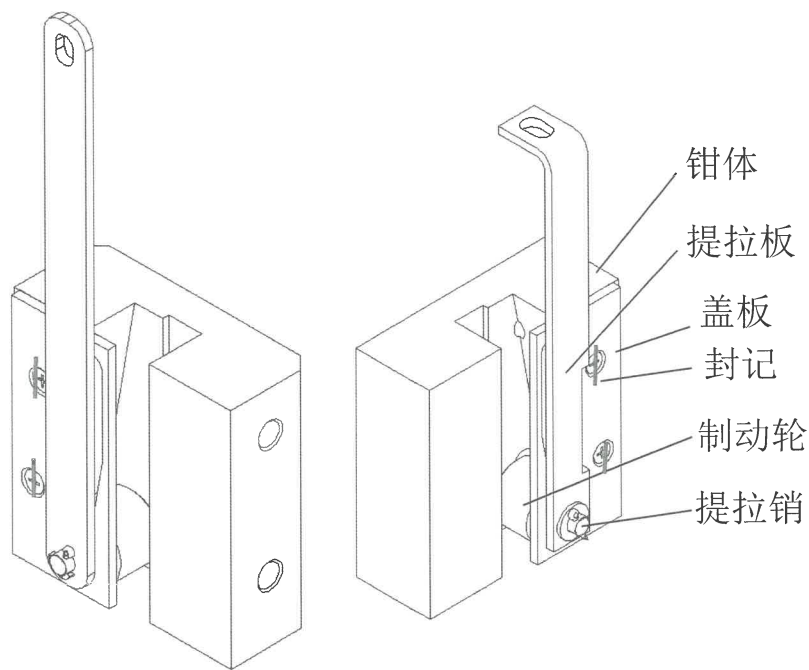

图 1
- 1.1. 结构示意图仅供参考，提拉板通常有两种，直板与折弯板，产品以实物为准。(图 1)
2.1.2. 安全钳封记完好(图 1)。
3.3.3. 运动部件(提拉销)加润滑油，油品同 1.2.3(图 1)。